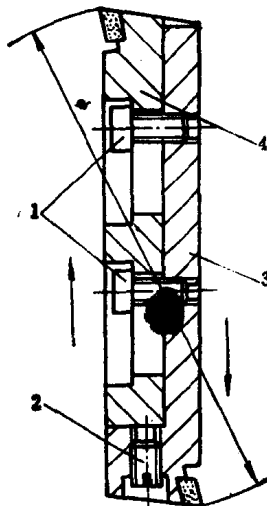

图1-6 浮动镗刀尺寸粗调方法
① 清除防锈油, 用螺钉旋具将浮动镗刀中螺钉拧松, 但还有少量的夹紧力, 使刀体3和刀体4紧贴, 然后拧动螺钉2, 使刀体3和4作相对移动, 使浮动镗刀尺寸逐渐增大, 见图1-6。若尺寸调得过大, 可将螺钉拧松, 并在木质的垫板面上轻敲(避免敲击切削刃), 使尺寸减小, 然后再拧动螺钉2, 逐渐调到需要尺寸为止。